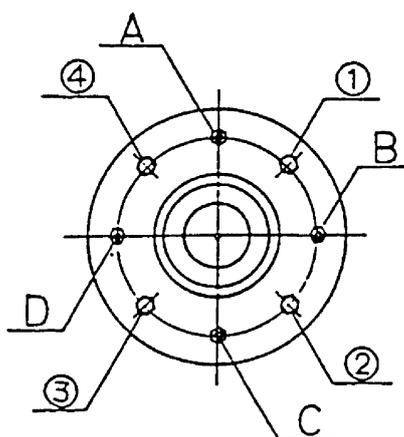

図 9-7
### 9.3.5 ドラムの芯出し調整 (図 9-7)
- ・ 主軸ベアリングケースを止めている取付けボルト及びナット 4 箇所(A～D)と、調整ボルト及びナット 4 箇所(①～④)で調整します。(図 9-7)
- ・ 例えば、ドラムの口金を機械正面より見て右に寄せたい場合、③、④と A,C,D のナットを少し緩め、③、④のボルトをドラムの口金を見ながら締め込みます。
- ・ 調整が終わったら、③、④と A,C,D のナットを締め込みます。
- ・ ベアリングケースをナット A~D の 4 箇所を取り外し、後方へ抜いてください。(図 9-7)